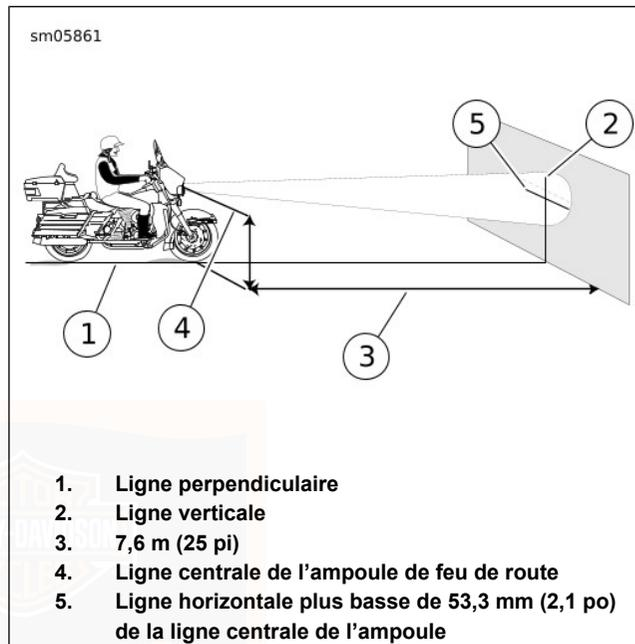

Figure 62. Vérifier l'alignement du phare
Voir Figure 62. Pour aider dans le positionnement correct de la moto, une ligne perpendiculaire (1) peut être tracée sur le sol. Pour de meilleurs résultats, choisir un endroit peu éclairé.
3. Voir Figure 62. Tracer une ligne verticale (2) sur le mur.
7. Voir Figure 62. Vérifier l'alignement du phare. Amener l'interrupteur d'allumage en position allumage (IGNITION) et régler le commutateur du phare sur le FEU DE ROUTE.
2. Ajuster le faisceau lumineux jusqu'à ce qu'il soit centré comme indiqué dans Figure 62.
- Ajuster le faisceau lumineux jusqu'à ce qu'il soit centré comme indiqué dans Figure 62.